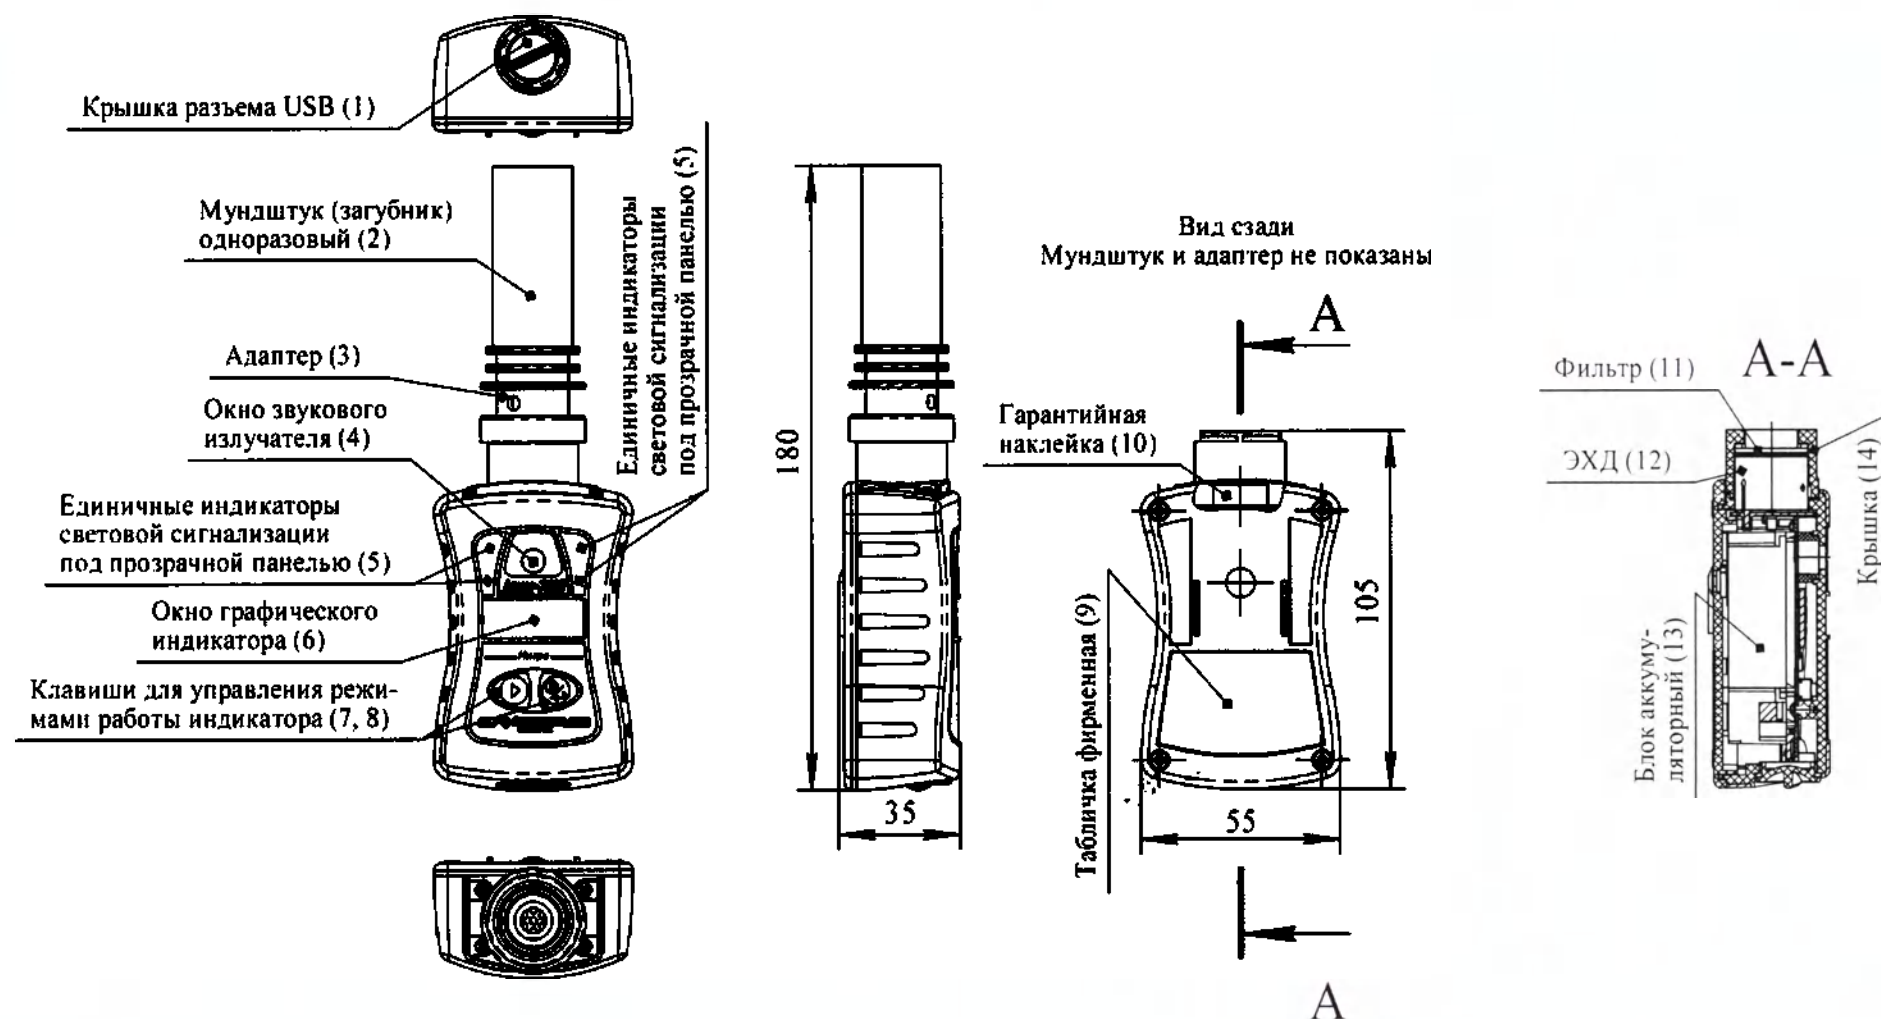

Рисунок 1.1 – Прибор для определения оксида углерода в выдыхаемом воздухе АНКAT-7635Микро-HbCO. Внешний вид
1.4.1.3 На передней панели прибора расположены (см. рисунок 1.1):
- табло (графический индикатор) (6);
- единичные индикаторы световой сигнализации (5);
- пленочная клавиатура с двумя клавишами для управления режимами работы прибора «» (7) и «» (8);
- окно звукового излучателя (4).